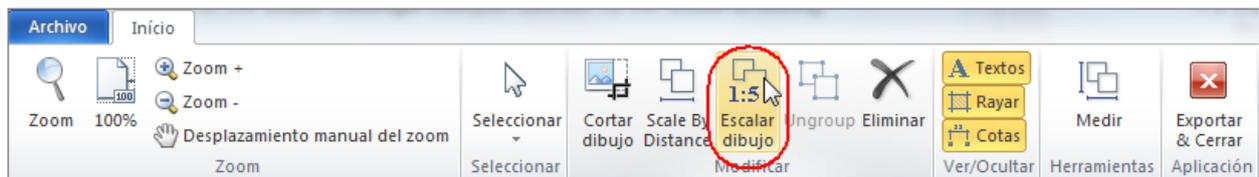

Fig. 9.
- Especifique la escala del dibujo en el dialogo **Scale Settings** abierto por el comando **Scale Drawing** (Fig.9).